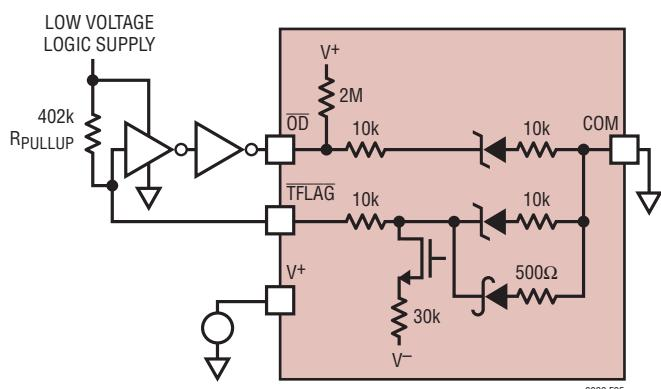

図5. 単電源アプリケーションの不平衡両電源でTFLAGピンを使った自動サーマル出力ディスエーブル
- COMピンが接地されているが、 $V_-$ 電源がグランドを基準にして0V～-3V以内にあるとき、図5に示されているように、ロジック・バッファを使って $\overline{OD}$ をロジック“L”に強制する必要があります。図5のプルアップ抵抗( $R_{PULLUP}$ )は、ロジック・バッファに対してロジック“L”を保証するのに十分大きいものを選択する必要があります。ほとんどのCMOSでは、少なくとも $402k$ のプルアップ抵抗値が必要です。代わりにCOMピンをフロートさせれば、ロジック・バッファは不要です。COMがフロート状態であれば、サーマル・シャットダウンを適切に動作させるために、単に $\overline{OD}$ をTFLAGに直接接続することができます。